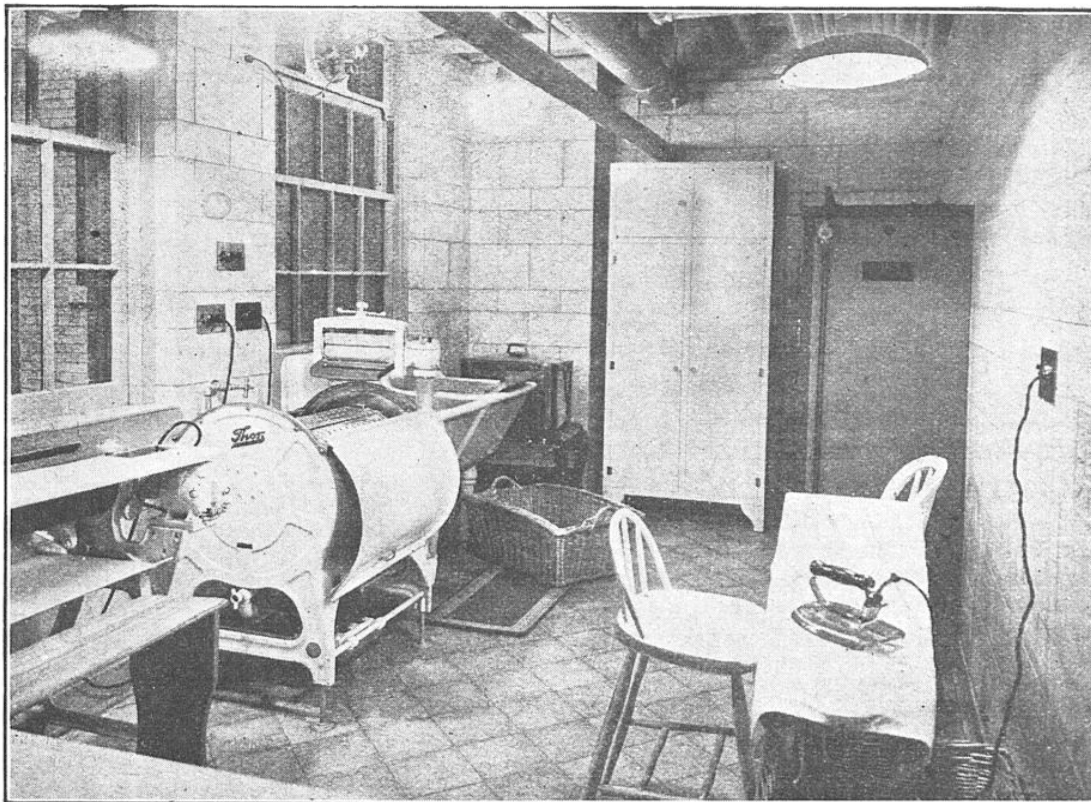
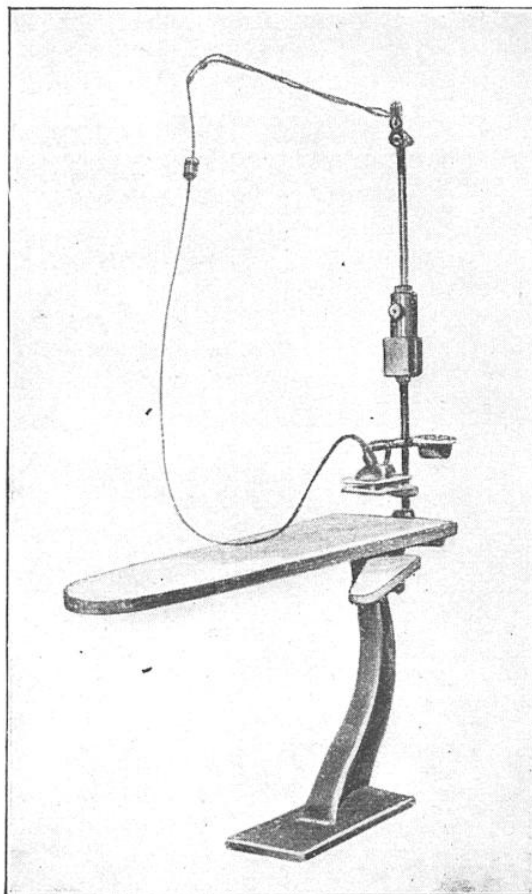

FIG. 3. — UNE BUANDERIE MODÈLE RÉCEMMENT INSTALLÉE A NEW YORK
FIG. 4. — UNE PLANCHE À REPASSER AMÉRICAINE PARTICULIÈREMENT BIEN COMPRISE
f) *Quelques détails.* — Nous avons remarqué, comme nouveautés, un casier métallique dans le mur, destiné à recevoir le fer électrique, même chaud ; des prises de courant munies d'un voyant rouge pour attirer l'attention, empêcher les oublis de débranchement (fig. 3) ; quelques modèles de planches à repasser parfaitement combinées pour l'aisance du travail (fig. 4).